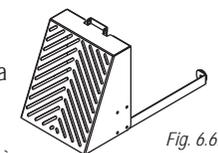

Fig. 6.6.3
- 6.6.5 Protezione bocca per uso piastre con foro > 8 mm (Fig. 6.6.3)
### 6.6.5 Protezione bocca per uso piastre con foro > 8 mm (Fig. 6.6.3)